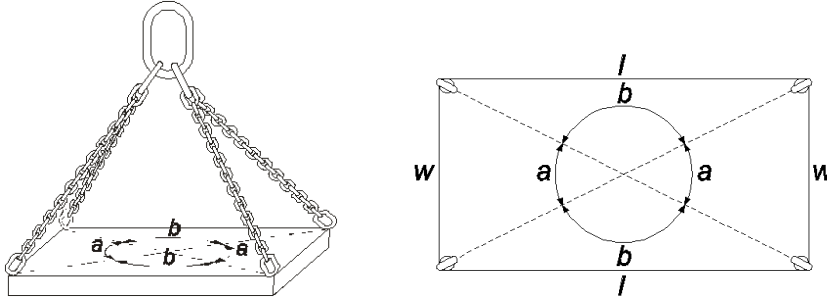

Figure 2
- avec **une chaîne de levage quatre-brins**, les points de levage doivent dessiner un rectangle ou un carré avec les paires des angles identiques (voir le figure 2)